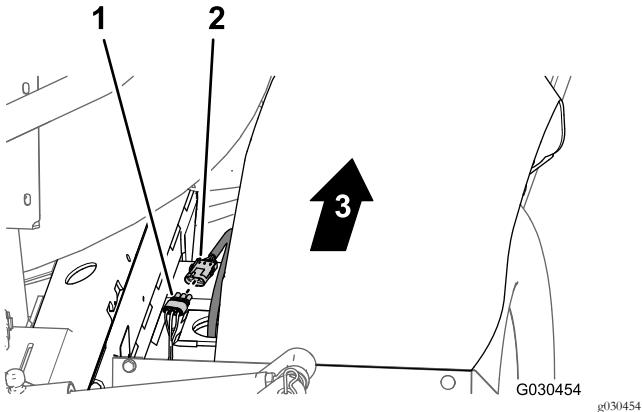

Figura 21
- Na traseira da máquina (entre o tubo direito da estrutura e o guarda-lamas direito), desligue o conector de três pinos da cablagem do sensor de velocidade, no motor de tração hidráulica direito, do conector de três tomadas da cablagem traseira (Figura 21).